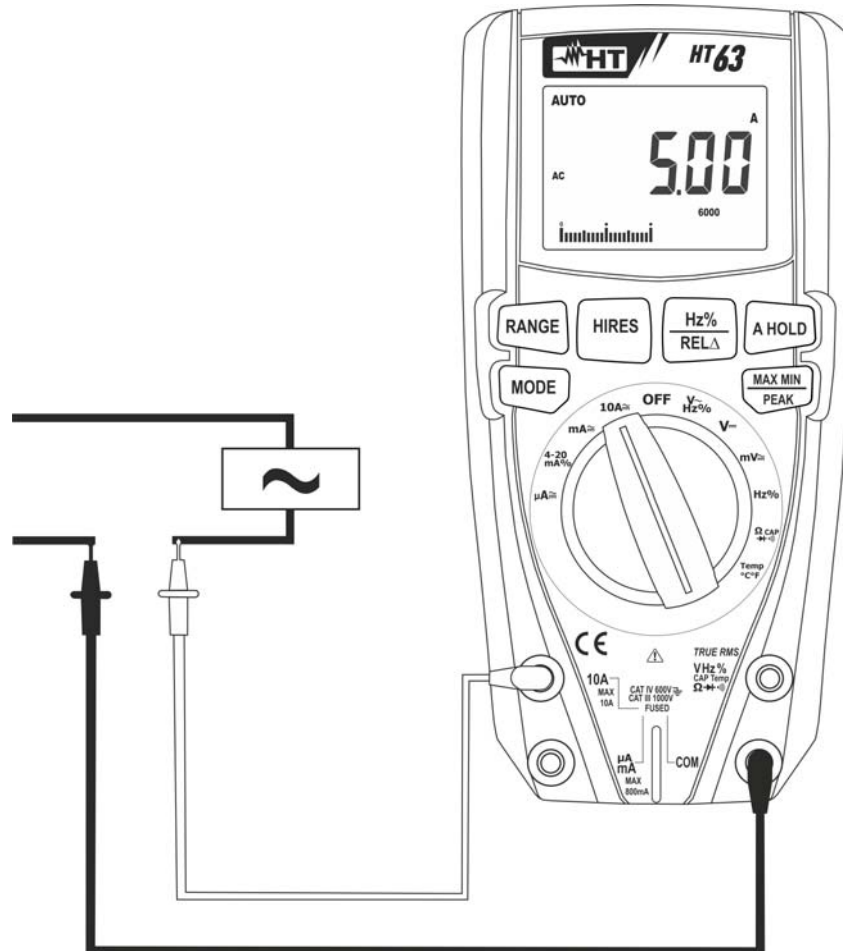

Abb. 10: Verwendung des Gerätes für Wechselstrommessung
5. Schalten Sie die rote und die schwarze Messleitung in Reihe mit dem Kreis, dessen Strom Sie messen möchten (siehe Abb. 10).